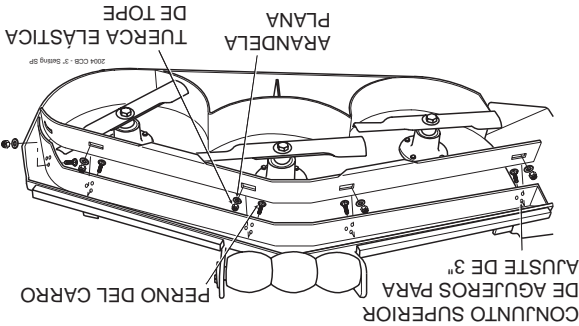

Figura 6. Posición 3" del deflector de corte personalizado
- A. Posición 3" - el deflector se instala usando el conjunto superior de agujeros en el deflector frontal soldado dentro de la plataforma de corte. (Vea la Figura 6, Página 12) La plataforma de corte en Advantage entregará la mejor calidad de corte en césped muy alto, tieso y difícil de cortar.